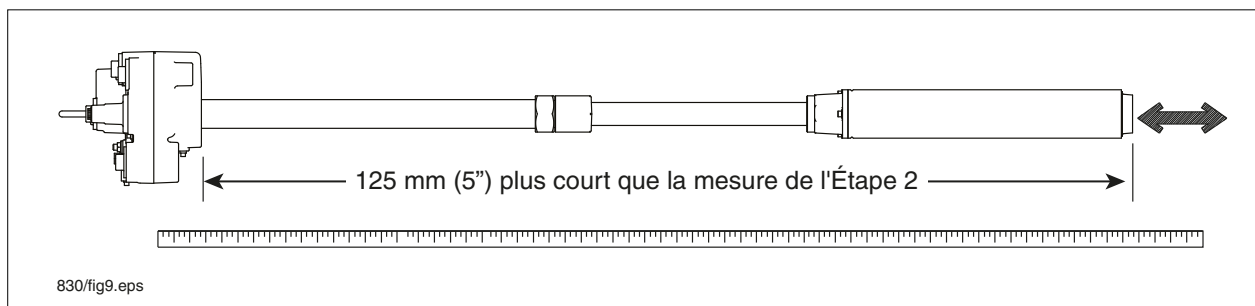

Figure 12. Réglage de la longueur de la pompe
- Comme indiqué sur la Figure 12, tirez l'extrémité de l'UMP jusqu'à ce que la distance entre le bas du collecteur et le bas de l'UMP soit inférieure de 125 mm (5") (381 mm [15"] pour l'aspiration flottante) à la distance mesurée à l'Étape 2.